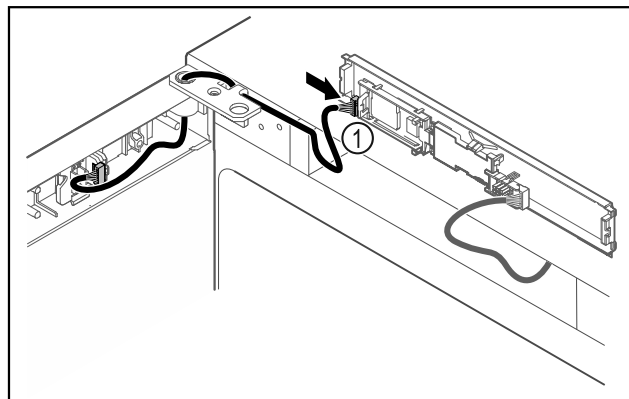

Fig. 42
- Wtyczkę Fig. 42 (1) należy podłączyć do płytki drukowanej.